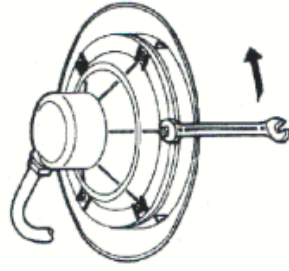

Fig. 11
- Końcówki kabli podłączyć do lampy, używając dwóch śrub znajdujących się w komplecie wraz z wkładem lampy (rys. 11).